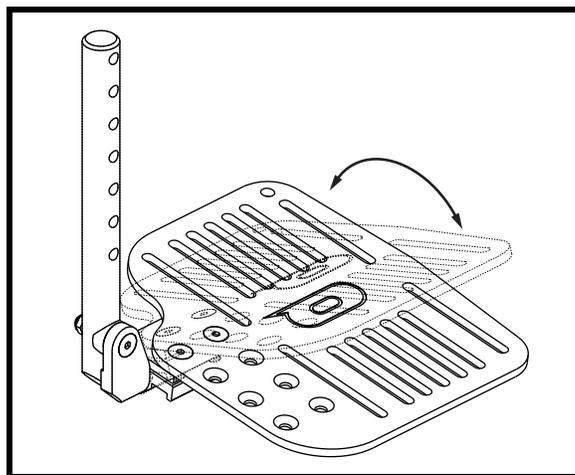

Figure 30. Réglage de l'angle de la palette
2. Inclinez la palette dans la direction désirée. **Voir la figure 30.**